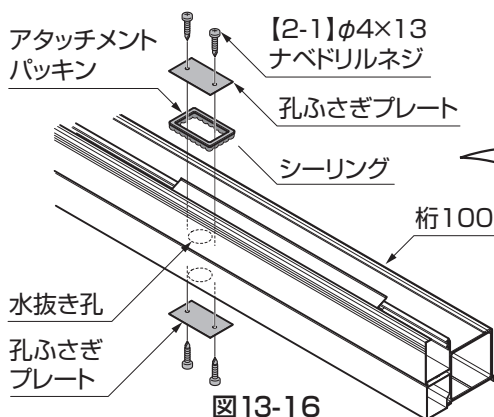

図13-16
- ⑰アタッチメントを取付けない桁の水抜き孔は、アタッチメントパッキンと孔ふさぎプレートを【2-1】で取付けてください。(図13-16参照)